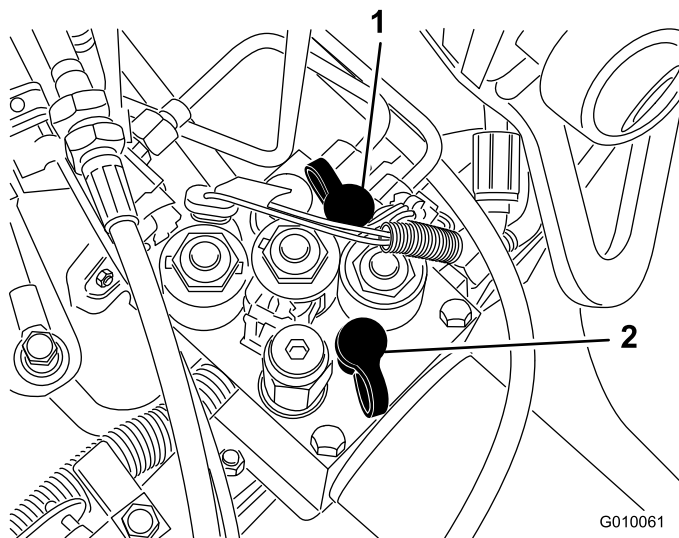

Bild 60
- Mit der Teststelle G 2 (Bild 60) wird der Traktionsladeschaltkreis geprüft.
- Mit der Teststelle G 1 (Bild 60) wird der Hubschaltkreisdruck geprüft.